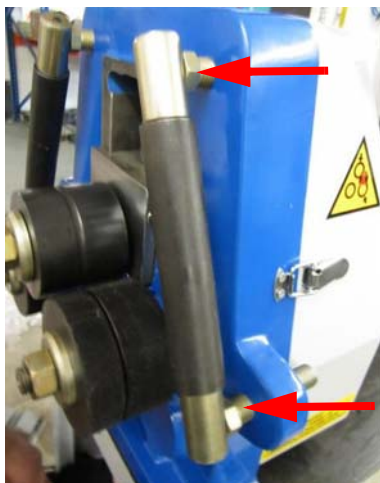

Abb. 10: Einstellmuttern der seitlichen Führungsrollen
Schritt 1: Zum Verstellen der seitlichen Führungsrollen die Muttern (Abb. 10, Pfeile) mit einem Gabelschlüssel auf- oder zuschrauben.